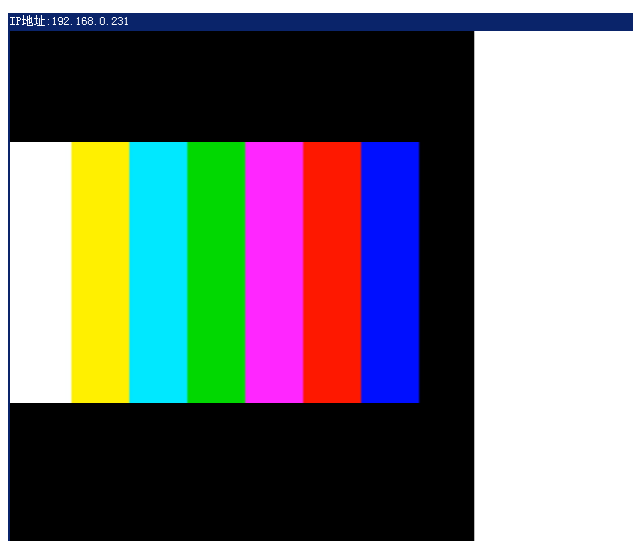

图 4-16 彩色竖条纹测试图
- Color vertical stripes: 彩色竖条纹，如图 4-16；